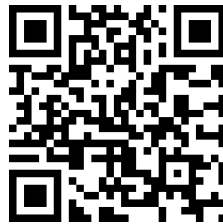

Fig.10.1
1.1 Laden Sie die APP „Sime“ vom Google Play Store oder vom IOS APP Store (Abb. 10.1) herunter und installieren Sie sie.